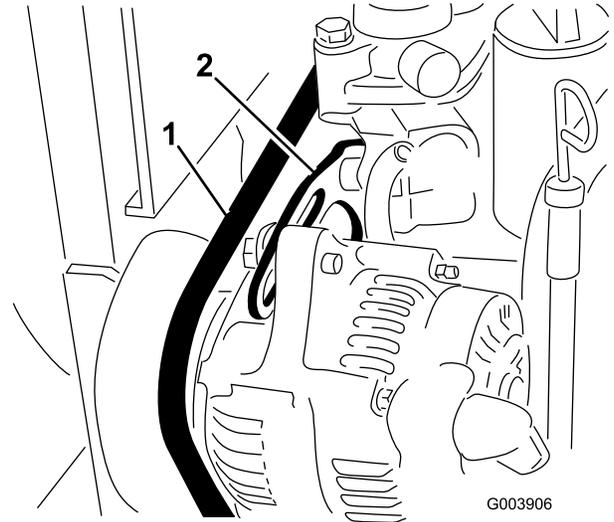

図 69
2. オルタネータ側プーリとクランクシャフト側プーリ間の中央部(図 69)でベルトを指で10 kg程度の力で押して点検する。
3. ブレースをエンジンに固定しているボルト(図 69)と、オルタネータをブレースに固定しているボルトをゆるめる。